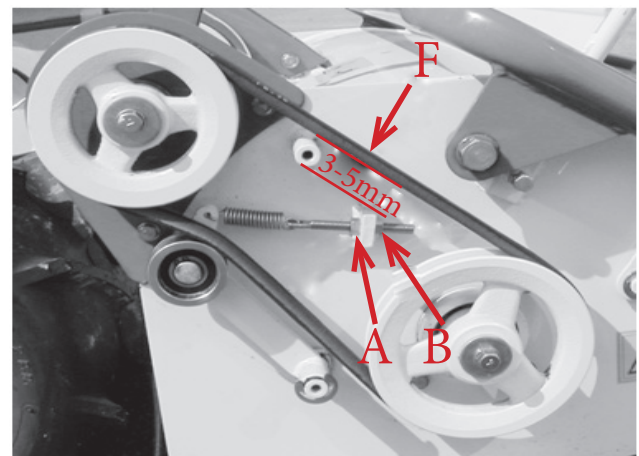

Bild 24
- Drücken Sie den Keilriemen an der Position F (Bild 24) durch, er muss sich zwischen 3 und 5 mm durchdrücken lassen. Wenn nicht, stellen Sie die Federspannung mit den Schrauben (Abb. A&B Bild 24) nach.